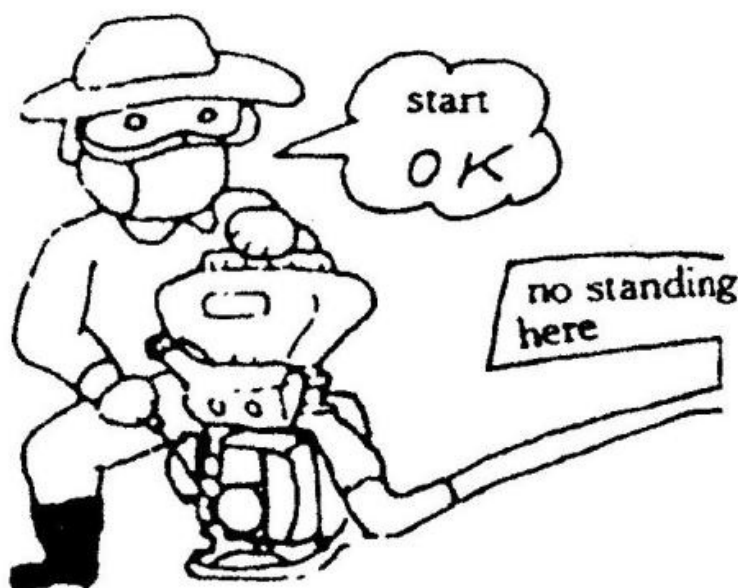

Fig. 14
5. Uruchamianie silnika (rys.14).
- (1) Ustaw uchwyt urządzenia w możliwie jak najniższej pozycji przed uruchomieniem silnika, w innym wypadku chemikalia zostaną "wyrzucone" ze zbiornika przy starcie silnika.
- (2) Nie wolno stać naprzeciw dyszy. Nawet jeśli dopływ proszku jest zamknięty, pozostałe resztki w rurze zostaną wydmuchane. Patrz rys.14 .